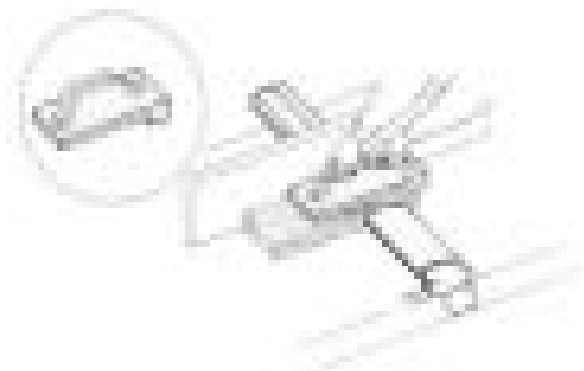

Fig 3: Ved bearbejdning af små emner benyttes fremføringsredskab.
- Ved bearbejdning af små emner benyttes fremføringsredskab (se fig. 3).